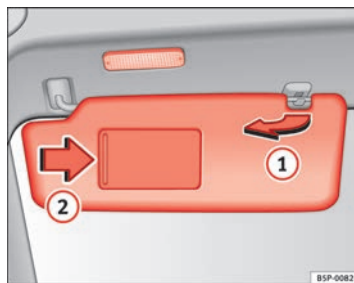

Fig. 83 Pare-soleil du côté du conducteur
Vous pouvez retirer le pare-soleil côté conducteur et celui côté passager de leur fixation au centre du véhicule pour les faire pivoter vers les portes ⇒ fig. 83 ①.